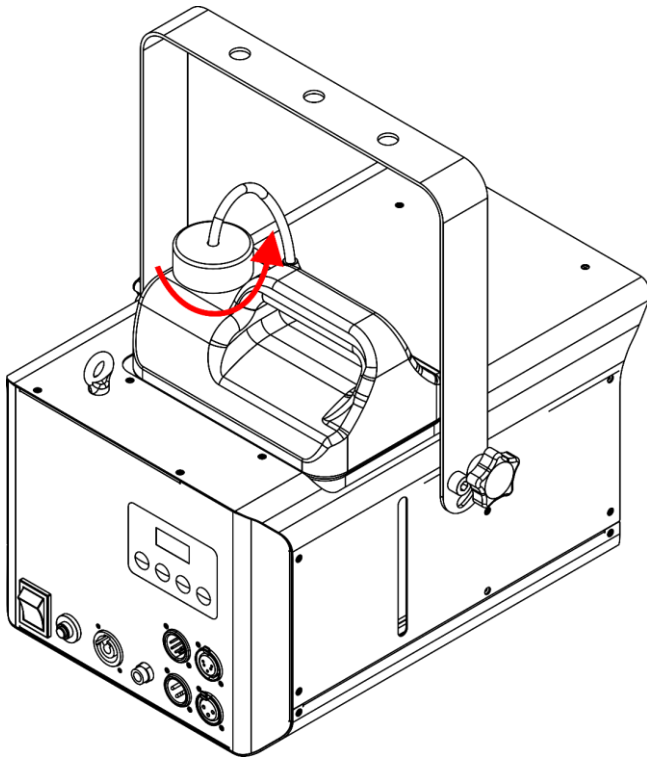

Fig. 08
- 02) Dévissez le bouchon du réservoir de liquide, comme indiqué sur la Fig. 08.